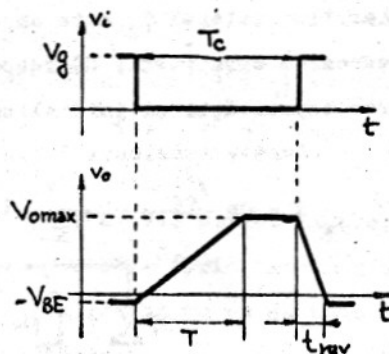

Fig. 22.4
Aşa cum se vede şi din fig.22.4, în care sînt reprezentate diagramele de impulsuri, la blocarea tranzistorului T_1 , capacitatea C începe să se încarce prin rezistenţa R , creşterea tensiunii pe emitorul tranzistorului T_2 fiind transmisă prin capacitatea C_0 (de valoare foarte mare) la catodul diodei D , blocînd-o. La bornele rezistenţei R se menţine o cădere de tensiune constantă, de valoare $V_{cc} - V_D$, care asigură curent constant de încărcare a capacităţii ; aceasta se poate încărca pînă la saturarea tranzistorului T_2 , astfel încît tensiunea maximă la ieşire va fi :
7. Se alimentează circuitul cu $V_{cc} = 20\text{ V}$, $V_{EE} = 5\text{ V}$ și se aplică impulsuri cu amplitudinea $V_g = 5\text{ V}$, cu durata $T_0 \gg T$ și de frecvență $f < f_0$, așa cum se vede în fig.22.4. Se măsoară, cu osciloscopul, V_{omax} , T și t_{rev} . Se va desena forma de undă a tensiunii de la ieșire, precizînd și nivelul de la care începe variația liniară. Se vor vizualiza și tensiunile pe baza tranzistorului T_2 și pe catodul diodei D.